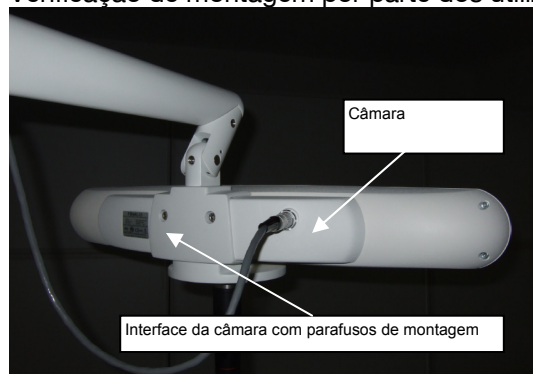

Figura 1
- Aplique força moderada na direcção horizontal e vertical da unidade da câmara: não deverá existir qualquer tipo de movimento entre a unidade da câmara e a Interface da câmara (consultar a Figura 1).